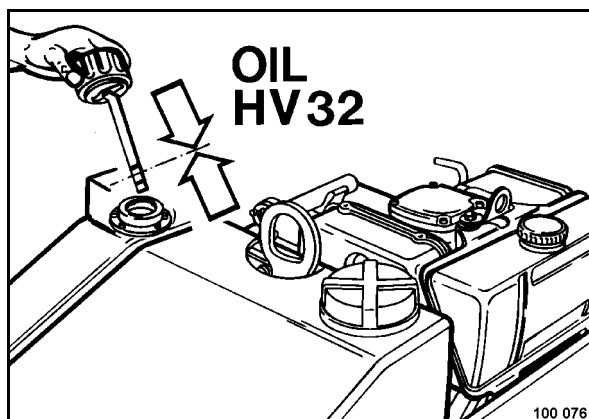

Рис. 57
- Очистить пространство возле наливного отверстия (Рис. 57).